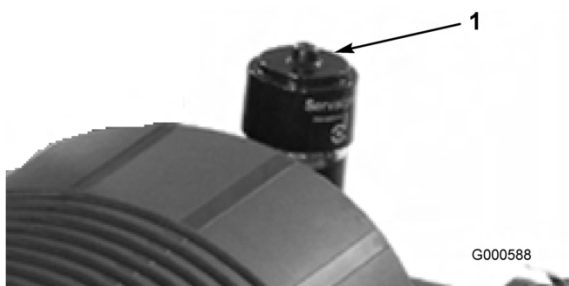

Bild 30
Warten Sie den Luftfilter nur, wenn die Wartungsanzeige dies angibt (Bild 30). Das frühzeitige Auswechseln des Luftfilters erhöht nur die Gefahr, dass Schmutz in den Motor gelangt, wenn Sie den Filter entfernen.
6. Stellen Sie die Anzeige (Bild 30) zurück, wenn sie auf Rot steht.